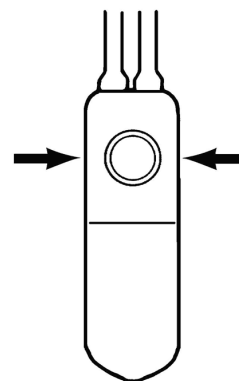

Figura 4-42. Metodo a pressione laterale
1. Per consentire il riempimento del bulbo della pompa, premere i lati della pompa di controllo, adiacenti al pulsante di disattivazione. (**Figura 4-42**)